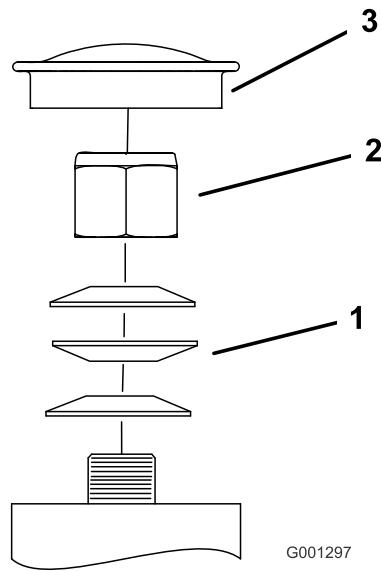

Figura 67
3. Togliete lo scodellino parapolvere dalla ruota orientabile e serrate il dado di bloccaggio (Figura 67).
4. Serrate il dado di bloccaggio finché le rondelle elastiche non sono piatte, quindi allentate di un quarto di giro per mettere a punto il precarico sui cuscinetti (Figura 67).
5. Montate gli scodellini antipolvere (Figura 67).
Importante: Verificate che le rondelle elastiche siano correttamente montate, come riportato nella Figura 67.